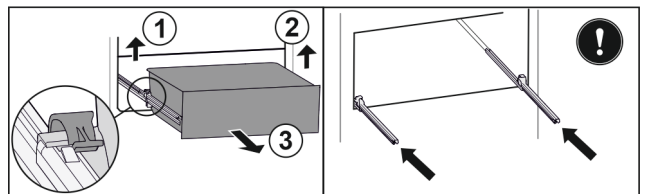

Fig. 96
- ▶ Nadvihnite ľavú svorku a súčasne ťahajte zásuvku vľavo dopredu. Fig. 96 (1)
- ▶ Nadvihnite pravú svorku a súčasne ťahajte zásuvku vpravo dopredu. Fig. 96 (2)
- ▶ Odoberte zásuvku dopredu. Fig. 96 (3)